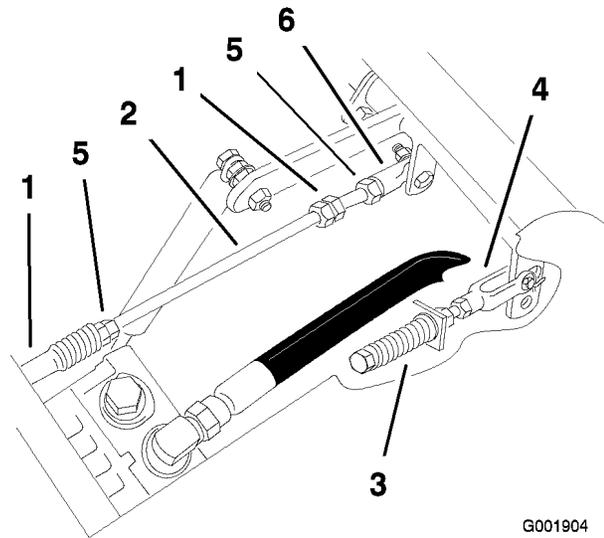

Figure 75
- Desserrez les contre-écrous sur les rotules de la tige de commande de la pompe (Figure 75).
- Réglez la longueur de la tige de pompe en tournant les doubles écrous dans le sens voulu, jusqu'à ce que la roue soit immobilisée ou tourne légèrement en marche arrière (Figure 75).
- Serrez les contre-écrous contre les rotules (Figure 75).